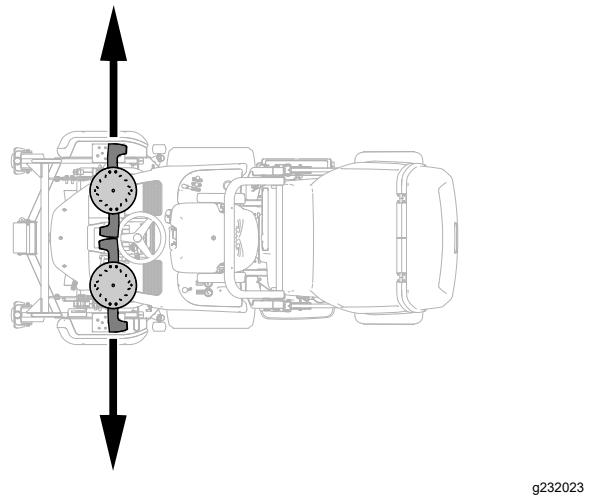

Bild 122
3. Stellen Sie ein seitliches Messer auf die äußerste Stellung (**Bild 122**).
4. Messen Sie den Abstand zwischen dem Boden und dem äußersten Punkt der Schnittkante des Messers mit einem Messklotz (**Bild 122**).
5. Fluchten Sie das Seitenmesser an der anderen Seite des Mähwerks mit der äußersten Stellung aus (**Bild 122**).
6. Messen Sie den Abstand zwischen dem Boden und dem äußersten Punkt der Schnittkante des Messers mit einem Messklotz (**Bild 122**).
8. Messen Sie den äußersten Punkt der Schnittmesserkanten (**Bild 122**).